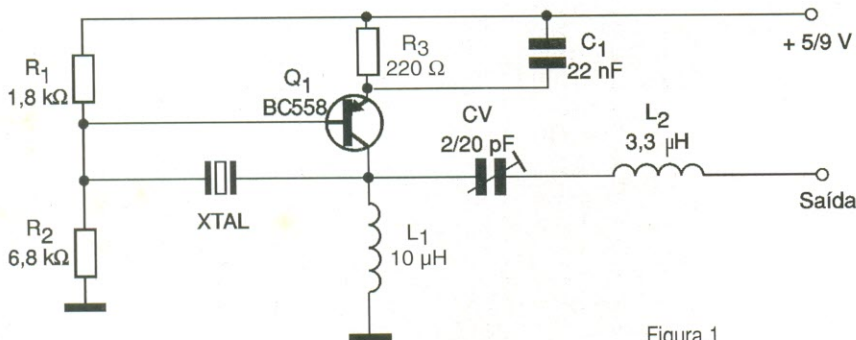

Figura 1
O oscilador mostrado na **figura 1** utiliza um cristal para a faixa de radioamadores PX (11 metros ou CB), e tem por base um transistor PNP de uso geral. O ajuste do ponto ideal de oscilação é obtido por um *trimmer* (CV). O capacitor  $C_1$  deve ser cerâmico e os indutores podem ser microchoques ou de fabricação caseira.